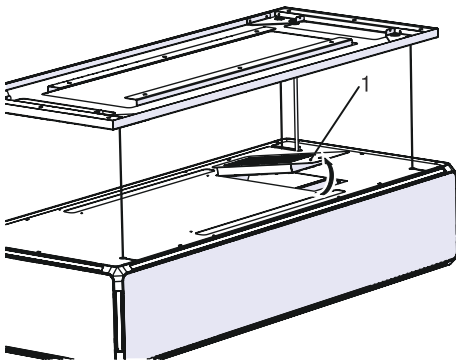

Abb. 35
1. → Ziehen Sie den Aktivkohlefilter in Pfeilrichtung heraus (Abb. 35).